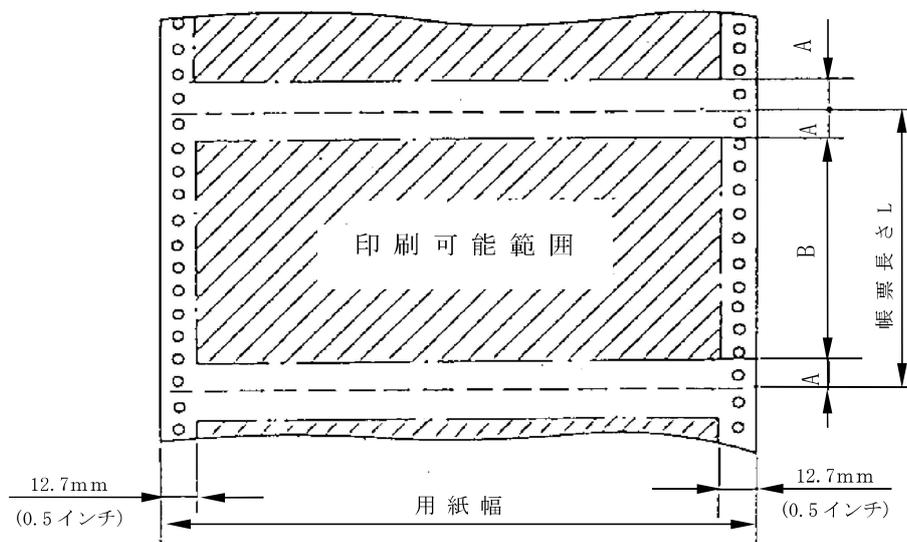

図 B-7 印刷可能範囲
- (2) 最大印刷長は、〔帳票長さ－印刷禁止長さ×2〕です。
- (3) 印刷可能範囲は図 B-7 の斜線部です。